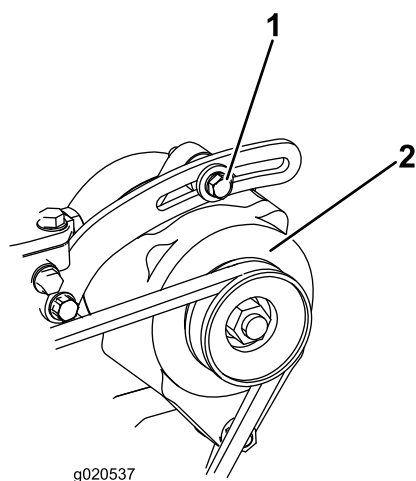

図 85
100 運転時間ごとにベルト 図 85 の劣化状態および張り具合を点検してください。
2. たわみが 10mm でない場合には、オルタネータ取り付けボルトをゆるめる 図 85。適当な張りに調整してボルトを締める。ベルトのたわみが適切に調整されたことを確認する。